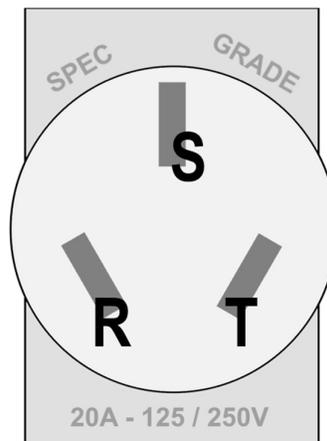

Figura 6
4. **Nunca!** conecte la salida **S** (fase generada) de las tomas (6) figura 1 a ningún circuito de control (tablero de contactores, controles electrónicos, etc.) ni algún dispositivo monofásico ya que no funcionará de manera correcta, para estos circuitos utilice las salidas **R** y **T**. (figura 6)